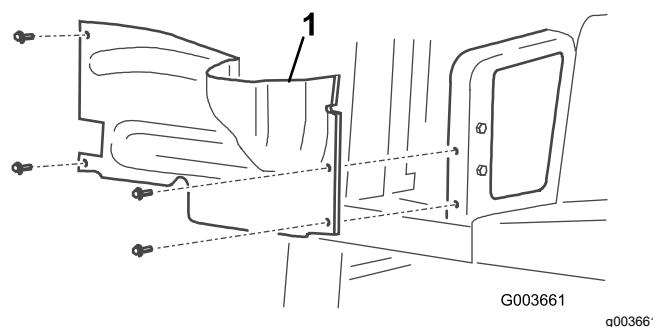

Figura 2
7. Remova os 4 parafusos que prendem o resguardo da roda direita à estrutura e remova o resguardo (Figura 2).